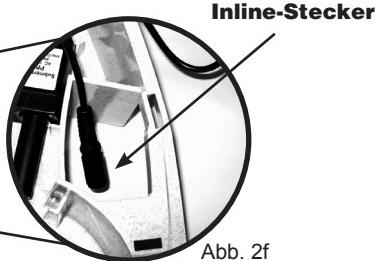

Abb. 2f
- 6) Sie können den Motor entfernen, wenn Sie den Inline-Stecker herausgezogen haben (Abb. 2f). Ziehen Sie ihn danach vom Trinkbrunnen ab. Entfernen Sie alle Haare oder Futterreste, die sich um den Regelknopf und der Ansaugplatte der Pumpe angesammelt haben.